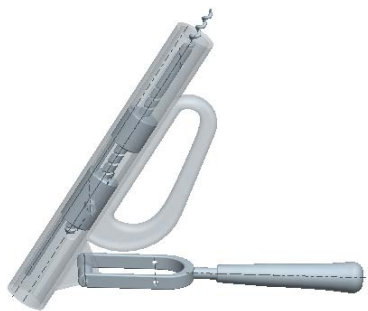

图 9.5.41 装配驱动杆
Step17. 增加连接元件: 将驱动杆子装配 (actuating_rod_asm.asm) 连接到轴 (shaft) 上, 连接方式为销钉 (Pin), 如图 9.5.41 所示。